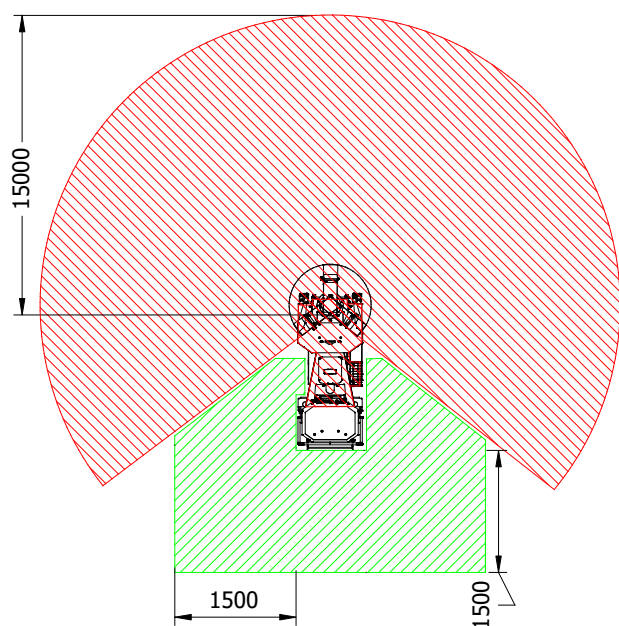
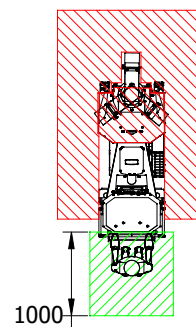

Fig. 5-3 – Zone de l'opérateur et zones dangereuses pendant l'utilisation (dessin non à l'échelle)
Fig. 5-4 – Zone de l'opérateur et zones dangereuses pendant le déplacement/la conduite (dessin non à l'échelle)
- Il reste dans sa zone de travail (zone opérateur) indiquée en vert dans la figure Fig. 5-3 et Fig. 5-4;
Dans tous les cas, il existe toujours des risques résiduels, dans des conditions normales de travail, *uniquement à l'intérieur des zones dangereuses* signalées en rouge sur la Fig. 5-3 ou Fig. 5-4.